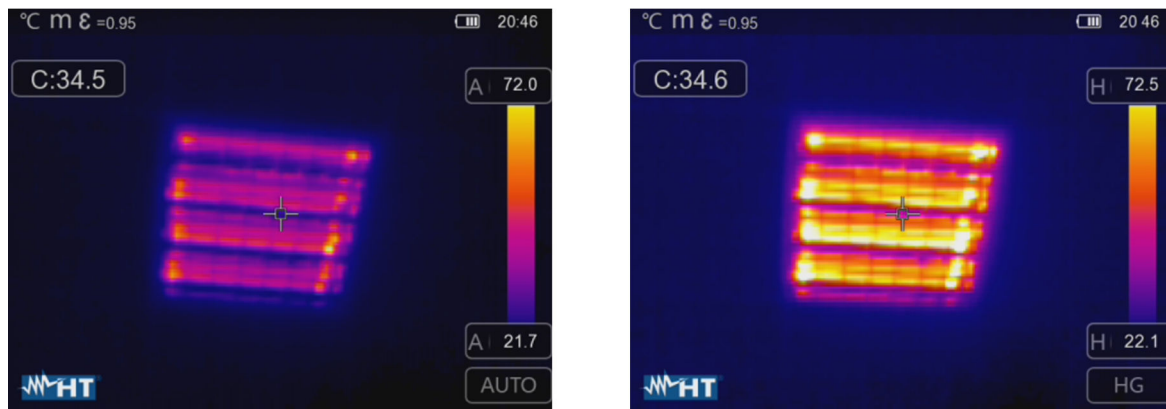

Fig. 44: Impostazione modi Automatico e Istogramma
- Modo **Istogramma (HG)** → i livelli minimo e massimo di temperatura dell'oggetto inquadrato a display sono sempre definiti automaticamente, come nel modo Auto, da parte dello strumento ma in tal caso sono messi in particolare risalto le zone dell'immagine in cui i valori delle temperature sono molto diverse da quelli delle zone adiacenti. La relazione tra la temperatura e il colore della tavolozza è **non lineare** in base ad un algoritmo a istogramma. Questo modo enfatizza la visualizzazione dell'immagine in ambienti di lavoro molto scuri
1. Premere il tasto \odot oppure toccare l'icona "AUTO" presente nella parte bassa destra del display. Le videate di Fig. 44 mostrano le selezioni dei modi "AUTO" e "HG"